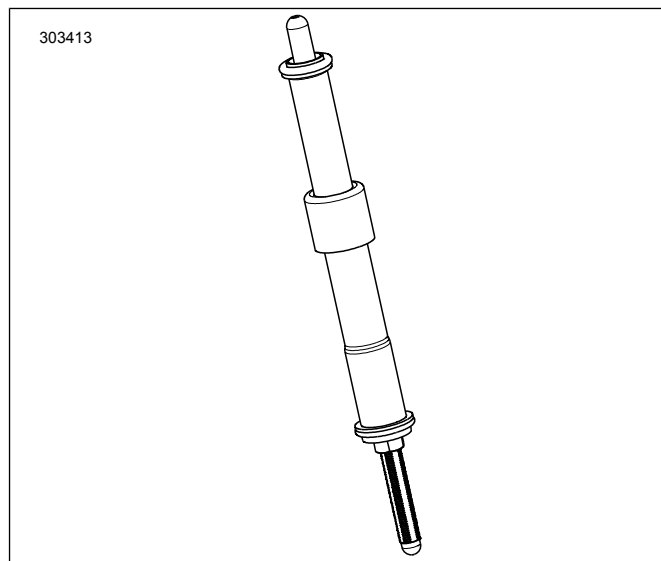

Figure 2. Tige de poussée installée dans le couvre-tige
7. Figure 2 Installez les tiges de poussée d'admission dans les couvre-tiges.